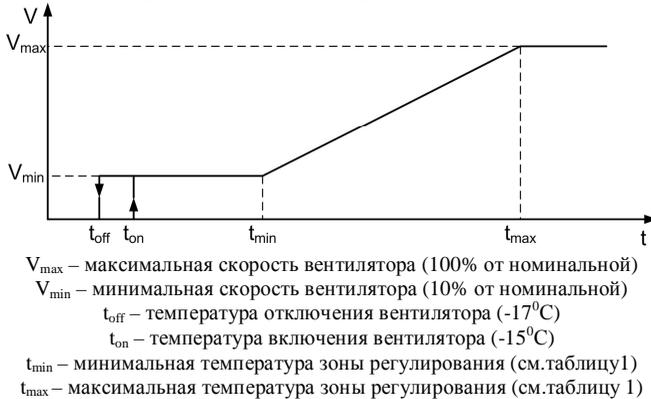

Рисунок 1. Характеристика управления вентилятором
1. При температуре конденсации хладагента ниже t_{off} регулятор отключает вентилятор внешнего блока сплит-системы (см. рисунок 1, таблица 1).